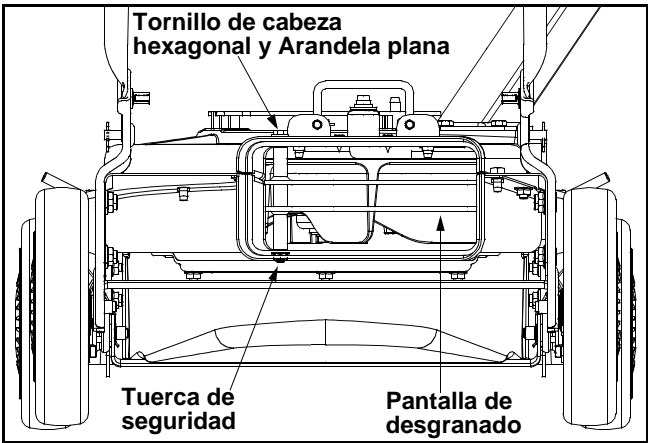

Figura 9
- Saque la bolsa o el canal de soplado de la unidad como se indica en la sección de FUNCIONAMIENTO para acceder a la pantalla de desgranado. Ver Figura 9.
- Saque el tornillo de cabeza hexagonal y la arandela plana de la parte superior del soporte de montaje de la caja posterior y la tuerca de seguridad que une la pantalla de desgranado. Ver Figura 9.